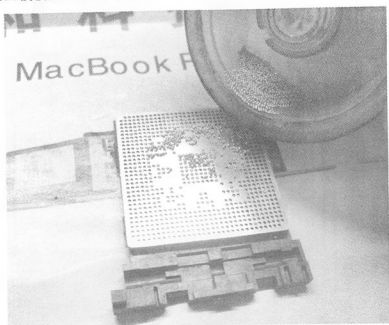

图4-39 倒锡珠
(6) 往钢网上慢慢倒锡珠，直到整个钢网都填满了，如图4-39所示。